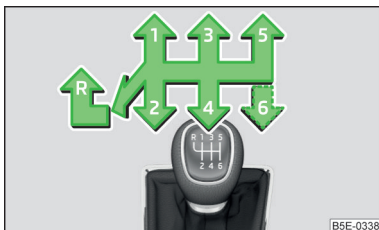

Fig. 126
Pe schimbătorul de viteze este reprezentată schema de selectare a treptelor individuale de viteză » fig. 126.
- Apăsați maneta schimbătorului de viteze în jos, complet spre stânga și apoi spre înainte, în poziția **R** » fig. 126.